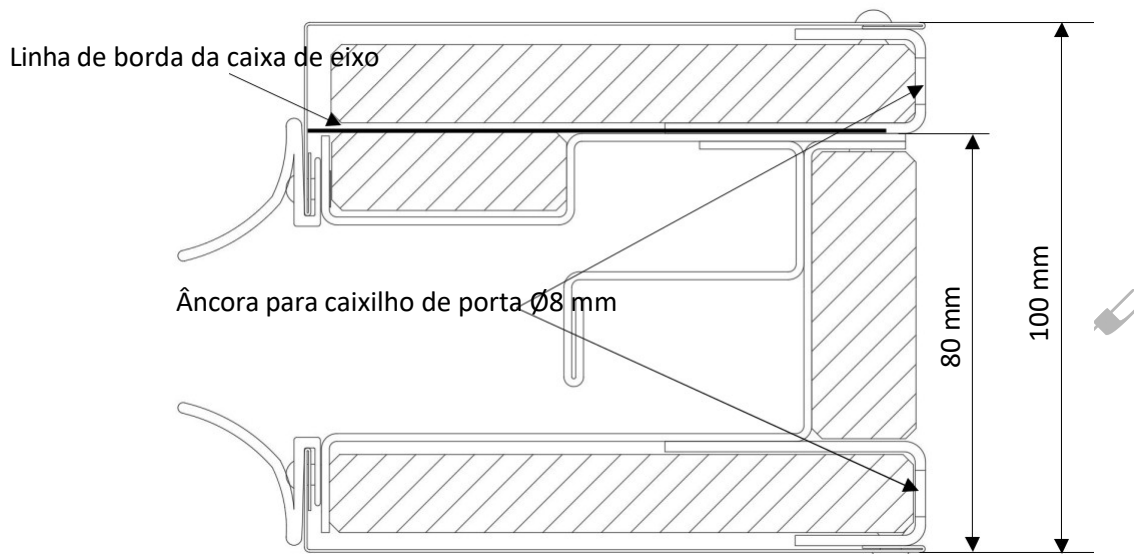

Fig. 27. Instalação das calhas de guia
- Com as partes internas da calha-guia instaladas (conforme ilustrado na Fig. 27), instale os painéis Promat à prova de fogo e o painel exterior. Deixar 2 mm de folga para as juntas do painel de proteção.